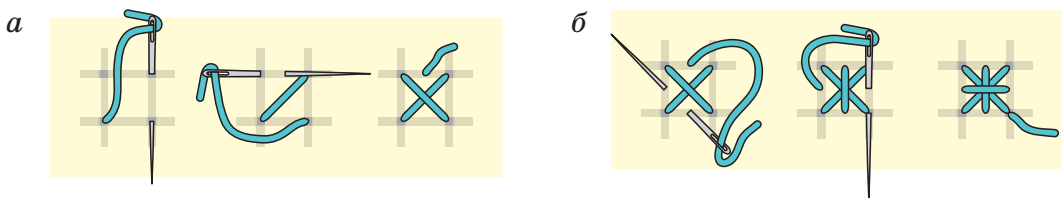

Рис. 46. Болгарский крест (двойной)
**Болгарский крест (двойной)** применяется в вышивке салфеток, подушек, панно, дорожек (рис. 46). Часто им дополняют узоры, вышитые мелким косым крестом. Хорошо смотрится болгарский крест на панно, ковриках, картинах, выполненных на плотных тканях.
Болгарский крест состоит из двух частей: прямого и простого креста. Выполняется этот крест четырьмя стежками: двумя диагональными (простой крест) и двумя взаимно перпендикулярными (прямой крест) в один приём. Сначала вышивают косой крест (рис. 46, а), а затем накладывают сверху вниз вертикальный и слева направо горизонтальный стежки (рис. 46, б).